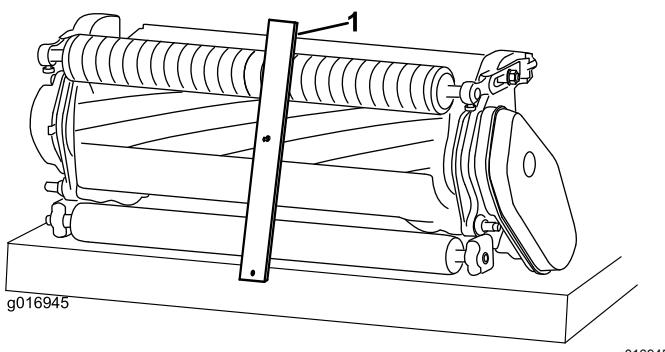

Рисунок 10
2. Зацепите головку винта мерной планки регулировки высоты скашивания за правую сторону режущей кромки неподвижного ножа и приложите задний конец планки к заднему валику (Рисунок 10).